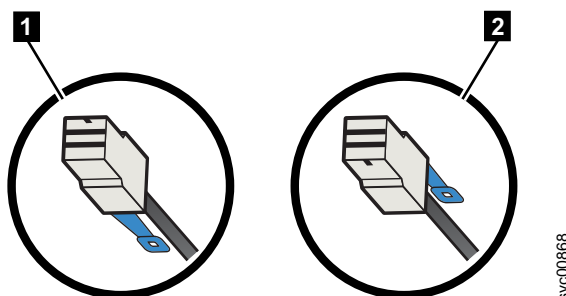

Figure 39. Orientation du connecteur du câble SAS
- Lorsque vous connectez un boîtier d'extension, la languette de retrait bleue doit se trouver sous le câble (**1** dans figure 39).
- Lorsque vous connectez un contrôleur 2145-SV1, la languette de retrait bleue doit se trouver au-dessus du connecteur (**2** dans figure 39).